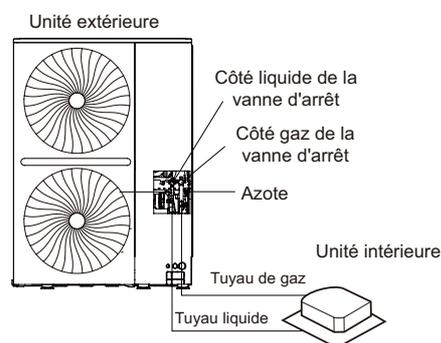

Fig.5.35
- Rincez les autres ouvertures de la même manière, en travaillant en séquence depuis l'unité intérieure A vers les unités extérieures. Se reporter à Fig.5.35